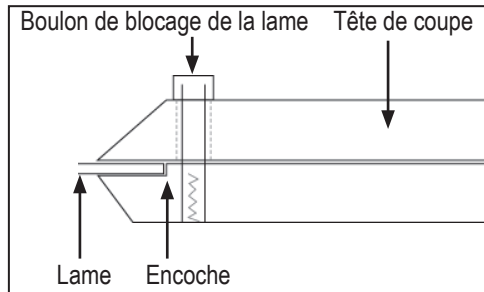

FIG. 7
2. Insérer une lame dans la tête de coupe jusqu'au cran arrière (figure 7) ; serrer fermement.